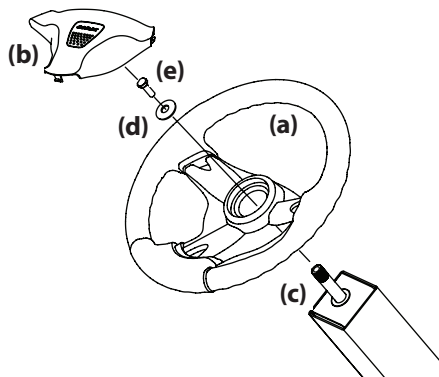

Figure 2-8
- La quincaillerie qui sert à fixer le volant de direction (a) se trouve sous le couvercle du volant de direction (b). Soulevez soigneusement le couvercle (b) pour retirer la quincaillerie. Voir Figure 2-8.
- Assurez-vous que les roues de la tondeuse sont dirigées vers l'avant, puis placez le volant de direction (a) sur l'arbre de direction (c). Voir Figure 2-8.
- Placez la rondelle Belleville (d) sur le volant de direction (a) et fixez-la avec un boulon hexagonal (e). Voir Figure 2-8.
- Placez le couvercle du volant de direction (b) au centre du volant de direction (a) et poussez-le jusqu'à ce qu'il s'enclenche en place. Voir Figure 2-8.